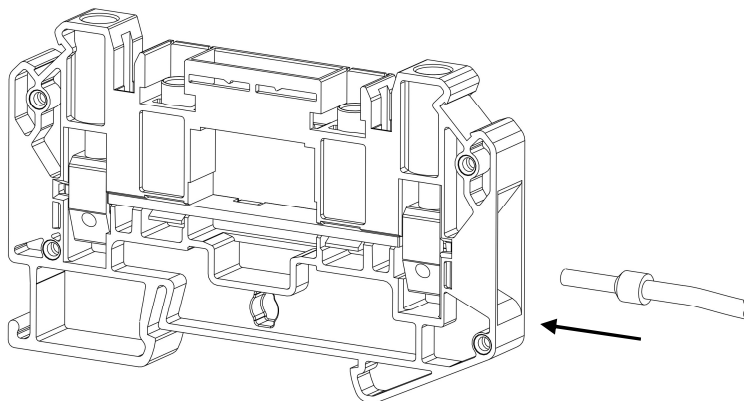
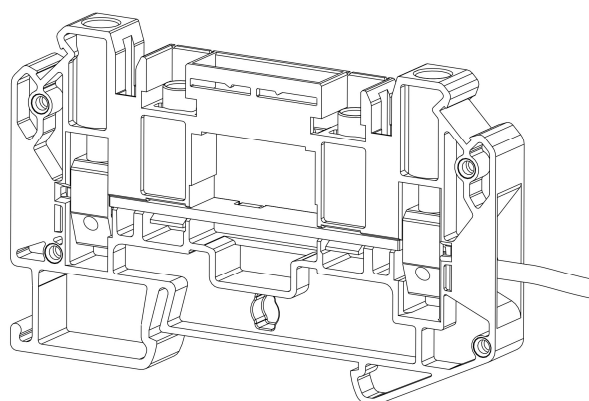

Рисунок 11 – ввод проводника в точку подключения
Рисунок 12 – проводник в точке подключения
- Вставьте подготовленный проводник до упора в точку подключения (**прямоугольное** отверстие) клеммы (рис. 11; рис. 12);